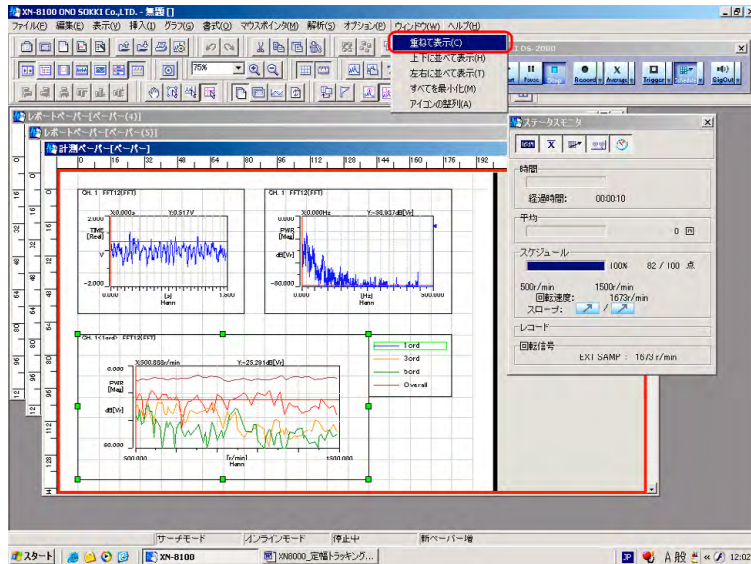

図 22
- ① 測定を繰り返すには、「5. 測定を行う」の操作を繰り返します。【レポートペーパー増】ボタンを on になっていると測定ごとにレポートペーパーが作成されます。
- ② 「ウインド → 重ねて表示」をクリックすると、作成されたレポートが重ね表示されます。レポートペーパーをクリックすると、前画面に表示されます (図 22)。